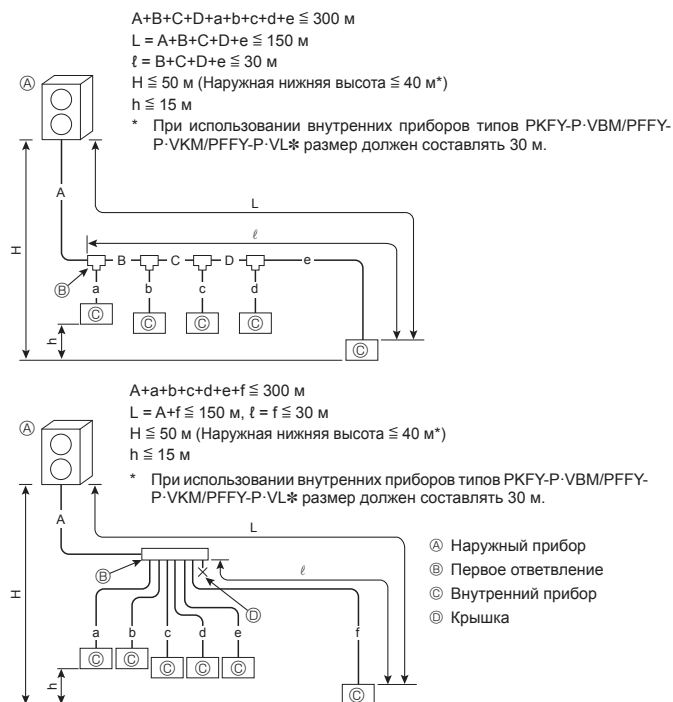

Fig. 4-1
4.2.1. Подключение без использования ответвительной коробки (Fig. 4-1)